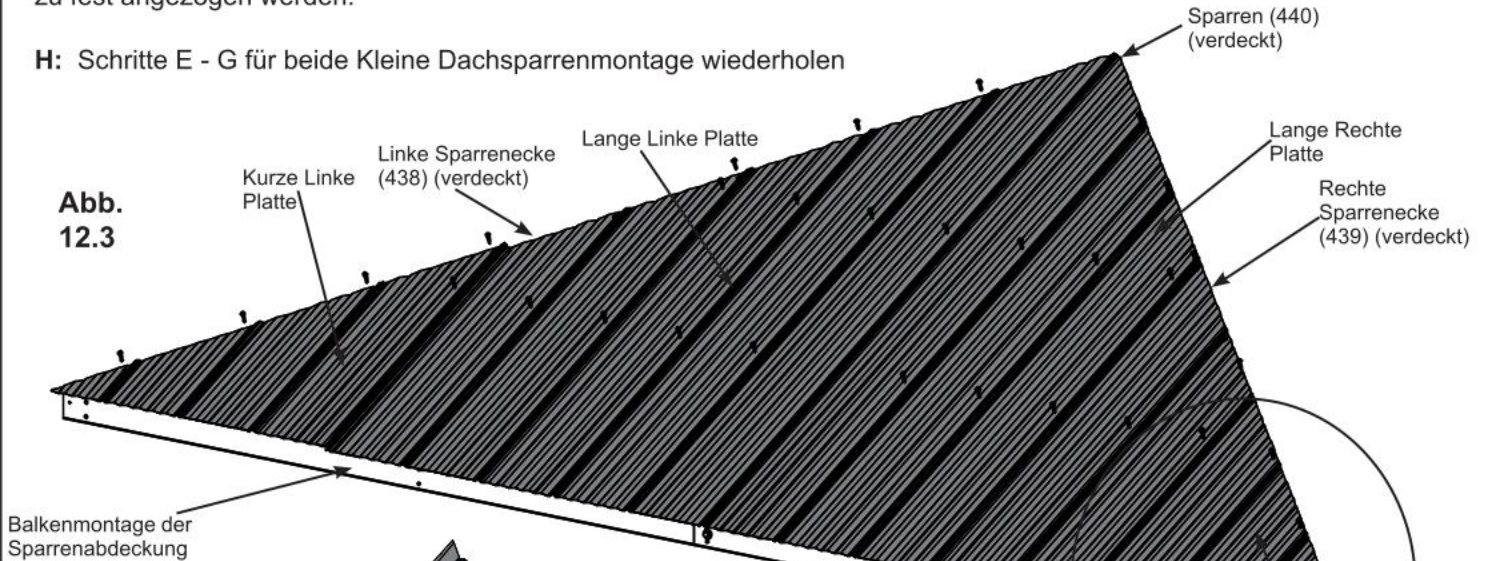

Abb. 12.3
E: Platzieren eine Kurze Linke Platte an der Kleine Dachsparrenmontage positionieren, damit sie über die Lange Linke Platte heraussteht und mit den Seiten der Linke Sparrenecke (438) bündig ist und im unteren Bereich der Balkenmontage der Sparrenabdeckung leicht übersteht. An den Ecken darf nichts überstehen. (Abb. 12.3 und 12.4)
F: Platzieren eine Kurze Rechte Platte an der Kleine Dachsparrenmontage positionieren, damit sie über die Lange Rechte Platte heraussteht und mit der Seite der Rechte Sparrenecke (439) bündig ist und im unteren Bereich der Balkenmontage der Sparrenabdeckung leicht übersteht. An den Ecken darf nichts überstehen. (Abb. 12.3 und 12.4)
G: Alle Platten an der Kleine Dachsparrenmontage mit 31 Dachschrauben #8 x 1" an den Positionen befestigen, die in Abb. 12.3. gezeigt werden. Keine Schrauben entlang der unteren Reihe anbringen. Sicherstellen, dass die Schrauben nicht zu fest angezogen werden.